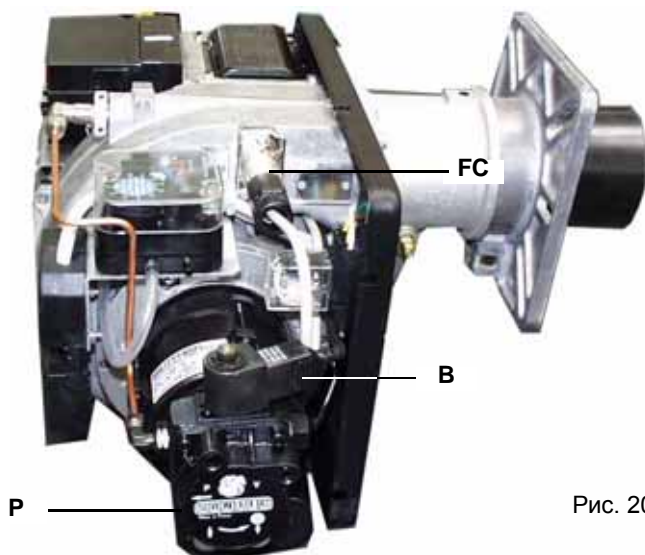

Рис. 20
- 2) вынуть соединительный разъем катушки **B** на насосе **P** (Рис. 20), во избежание нежелательного попадания дизельного топлива в камеру сгорания;
- 4) вынуть фоторезистор **FC** (Рис. 20) и осветить его;
5) выпустить воздух через штуцер манометра **M** насоса (**P**), расслабив слегка заглушку, но не снимая ее (Рис. 20).